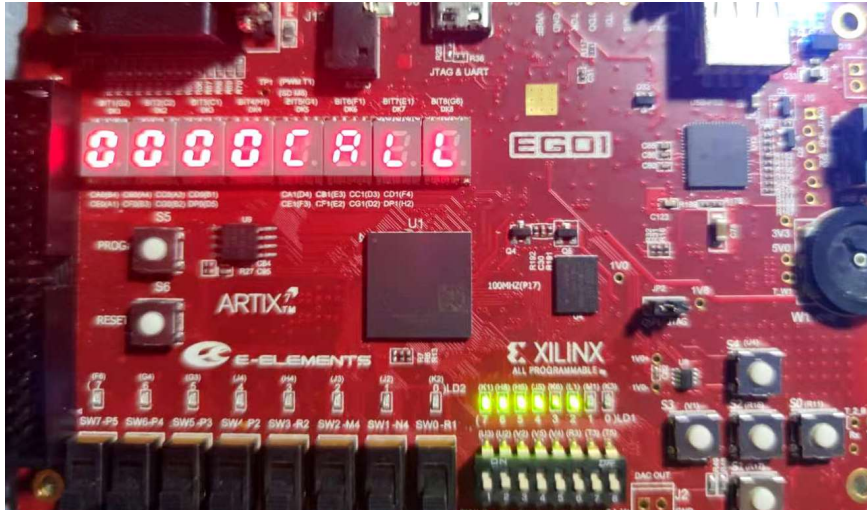

图 6 准备解锁状态
- 准备解锁时，显示 CALL 字符等待输入，如图 6 所示